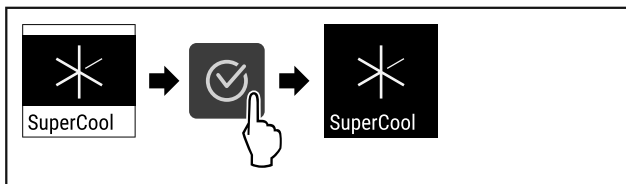

Fig. 73
- Suivre les étapes (voir Fig. 73).